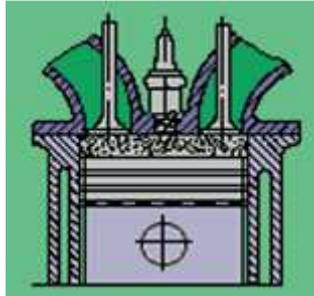

Fig. 1
- **Cámara cilíndrica (fig. 1)**